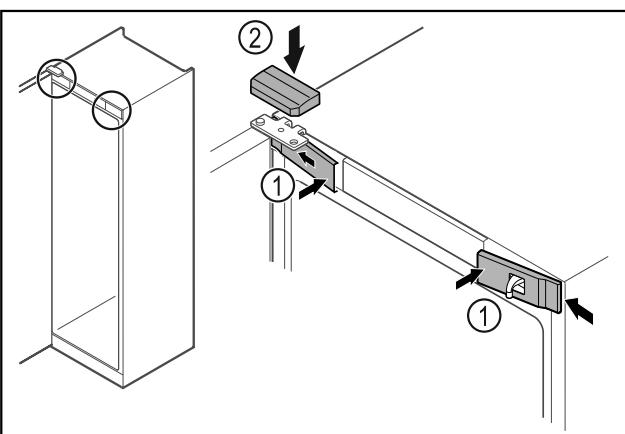

Fig. 52
► Zaháknite predné kryty Fig. 52 (1) naboku a zaistite ich.
► Zaistite horný kryt Fig. 52 (2) zhora.